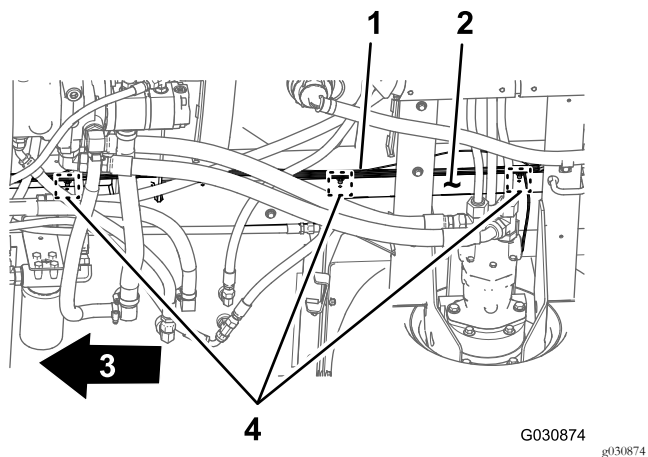

图20
3. 拆下将后线束固定到机器右机架管中的孔的 3 个推进式紧固件 图20。